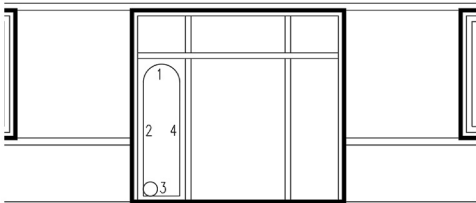
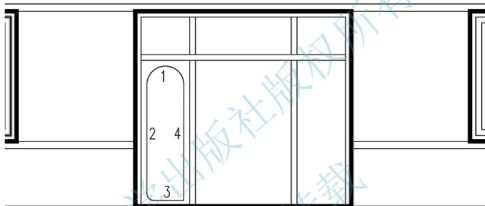

图 4.35 【相切、相切、半径】命令画圆
图 4.36 修剪多余的线
(5) 执行菜单栏中的【绘图】|【圆】|【相切、相切、半径】命令。
① 在 CIRCLE 指定圆的圆心或 [三点(3P)/两点(2P)/相切、相切、半径(T)]: _ttr 指定对象与圆的第一个切点: 提示下, 将光标放到 2 线偏下部位, 当出现切点捕捉后单击。
② 在指定对象与圆的第二个切点: 提示下, 将光标放到 3 线偏左部位, 当出现切点捕捉后单击。
③ 在指定圆的半径<255.0000>: 提示下, 输入“100”, 按 Enter 结束命令。这样就绘制出一个半径为 100mm 且与 2、3 线相切的圆, 结果如图 4.35 所示。
(6) 用【修剪】命令, 将图 4.35 所示图形修剪成如图 4.36 所示的状态。
(7) 启动【圆角】命令(快捷键 F)。
① 在当前设置: 模式=修剪, 半径=0.0000, 选择第一个对象或 [放弃(U)/多段线(P)/半径(R)/修剪(T)/多个(M)]: 提示下, 输入“R”后按 Enter 键, 指定要修改圆角的半径。